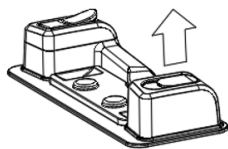

Fig. 5
1. Ouvrir le bouchon (Fig. 5).